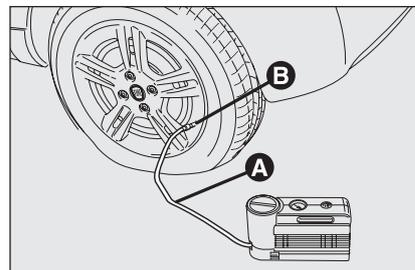

fig. 5
- Azionare il freno a mano. Svitare il cappuccio dalla valvola del pneumatico, estrarre il tubo flessibile di riempimento **A**-fig. 5 ed avvitare la ghiera **B** sulla valvola del pneumatico;